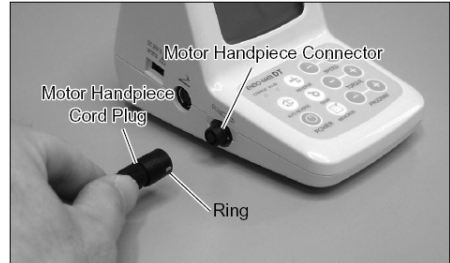

Fig. 3
(1) Mikromotor Bağlantısı Mikromotor konektörü işareti ve mikromotor kordon fişi işareti ayarlanarak fiş tam olarak yerleşip yerine oturana kadar bastırılır. (Fig. 3)